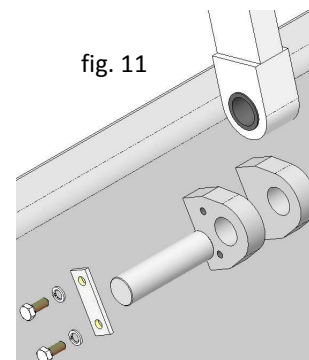

fig. 11
8. Lâcher le système d'actionnement de l'union avec le panneau (fig. 11).